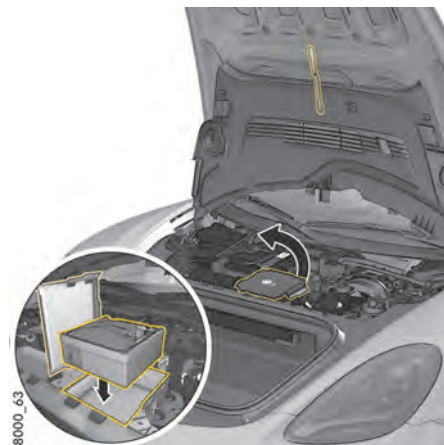

図 218: タイヤ充填コンプレッサーの収納スペースを開く
4. タイヤ充填コンプレッサーの収納ボックスを開いてください (図 .218)。